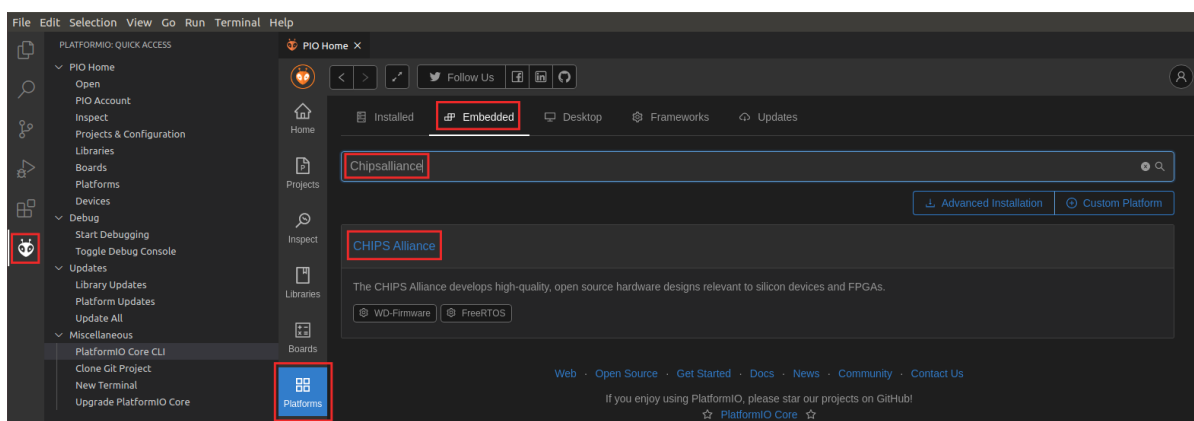

Figura 41. Seleção da Plataforma CHIPS Alliance
- Veja o menu de Acesso Rápido clicando no botão , localizado na barra lateral esquerda (Figura 41). Depois, no PIO Home, clique no botão  e depois no separador  (Figura 41). Procure **Chipsalliance** (a plataforma que utilizamos no RVfpga) e abra-o clicando no botão **CHIPS Alliance** (Figura 41).